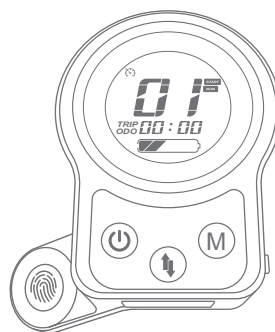

Abbildung 80: Tasten und Komponenten des Steuerelements der Schiebehilfe.
(Abbildung 80). Wenn der Winkel mehr davon abweicht, muss das Steuerelement der Schiebehilfe kalibriert werden.
12. Drücken Sie die Power-Taste dreimal kurz, um den Anzeigemodus zu wechseln und den in Echtzeit gemessenen Winkel zu überprüfen. Wenn der gemessene Winkel auf der Kalibrierfläche nicht zwischen $-1^\circ / -1,75\%$ und $1^\circ / 1,75\%$ liegt **(Abbildung 80)**, wiederholen Sie bitte den Kalibrierungsprozess.